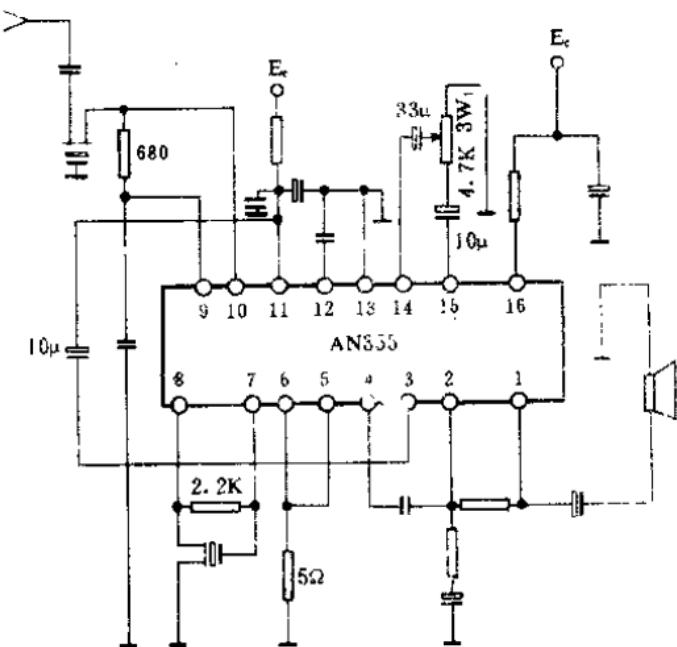

图 1-6
③脚所接音量电位器 $3W_1$ (4.7K)焊下,对地接一 5Ω 电阻,伴音输出很大且不可调。再将 $3W_1$ 改接在⑭、⑮脚的低放输入端,伴音恢复正常且可调,改动后的电路见图 1-6。